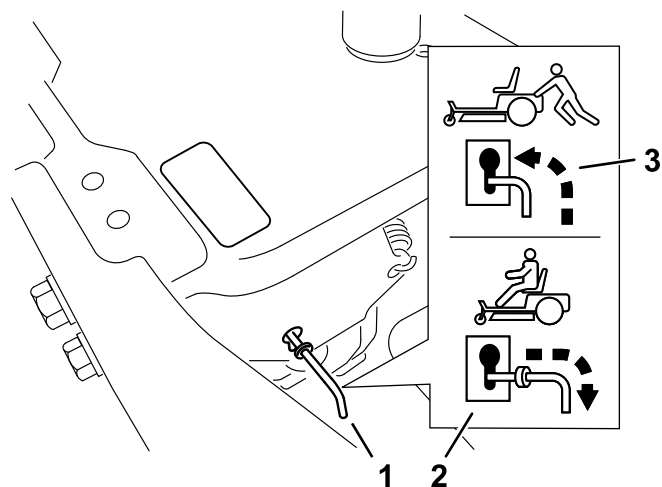

Figura 30
4. Spostate in avanti le leve di bypass attraverso il foro asolato, quindi verso il basso per bloccarle in posizione (Figura 30).
Spostate indietro le leve di bypass attraverso il foro della chiavetta, quindi verso il basso per bloccarle in posizione, come illustrato nella Figura 30.